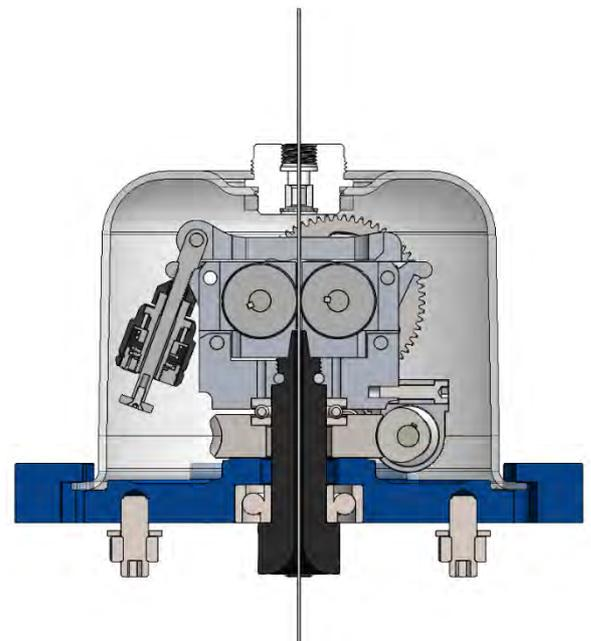

Figure 21
7. Positionner le couvercle comme décrit au paragraphe précédent en prenant soin de positionner le fil dans l'ouverture appropriée du dôme. Figure 21 ;